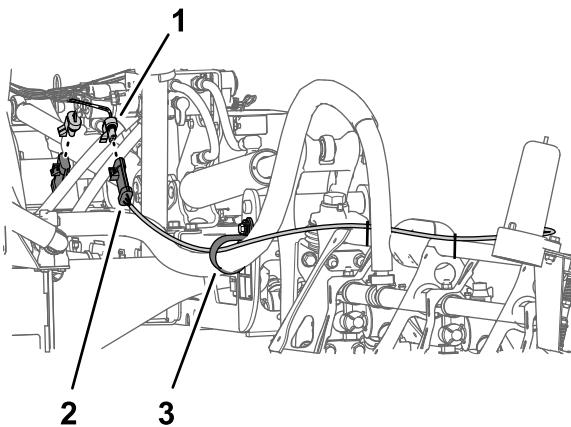

Bild 26
1. Schließen Sie den 3-Stift-Stecker des Kabelbaums für die Nivellierung für den Ultra Sonic Boom vom 3-Buchsen-Stecker des Maschinenkabelbaums ab (Bild 26).